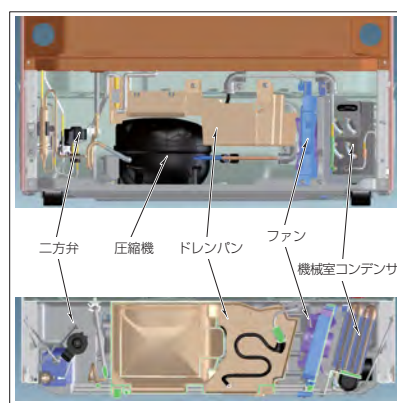

図1. 高効率機械室コンデンサ
近年の冷蔵庫に求められる省エネルギー性と大容量化に対し、2013年から搭載している薄型断熱構造“SMART CUBE”に改良を施した。他社を凌駕(りょうが)した内容積効率を維持しつつ、高効率な仕様・環境を整えることによって各要素部品に対する更なる省エネルギー改善を実現した。具体的には、①機械室凝縮器の熱交換量の増量(35%増)を主軸としたトータル凝縮能力を増加させた(図1)。②冷凍室と冷蔵室からの戻り空気の流れ器への導入に対し、冷凍室の戻り口の位置・大きさを見直すことによって、流